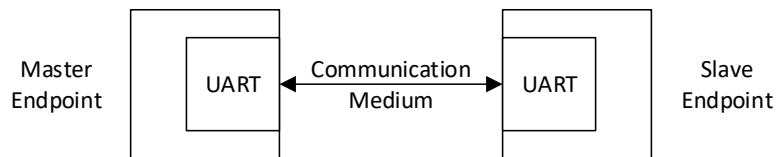

Figura 1: Diagrama de alto nivel de dispositivos distribuidos conectados por interfaz UART
Durante esta sesión se agregará soporte para manejo remoto a la calculadora implementada en las sesiones anteriores. Para esto, se agregará una interfaz UART que permita a la calculadora recibir los operandos y operación a realizar desde un dispositivo externo, que permita realizar operaciones sin necesidad de manipular directamente la tarjeta. La Figura 1 muestra un diagrama de alto nivel del sistema, donde se tienen dos dispositivos o *endpoints* conectados por medio de una UART. El setup representa una configuración *master/slave*^{2,3,4,5}, en la que el *Master Endpoint* (ME) envía datos y comandos al *Slave Endpoint* (SE). En el caso del sistema a implementar en esta sesión, el SE actuará como un co-procesador aritmético que presta servicios al procesador principal (ME). Un co-procesador no puede gatillar acciones por sí solo, sino que debe recibir instrucciones desde un procesador maestro⁶.